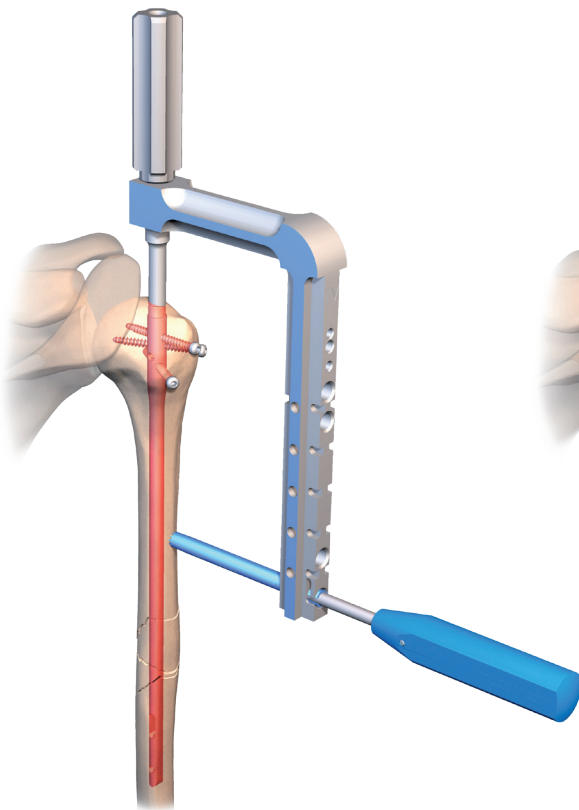

fig. 11
- Introduire le manche bout mousse à œillet (**obturateur intermédiaire réf. 253 676**) dans le canon de visée (**bleu à encoche réf. 257 010 ou réf. 253 679**) au contact de l'humérus (**fig.11**).